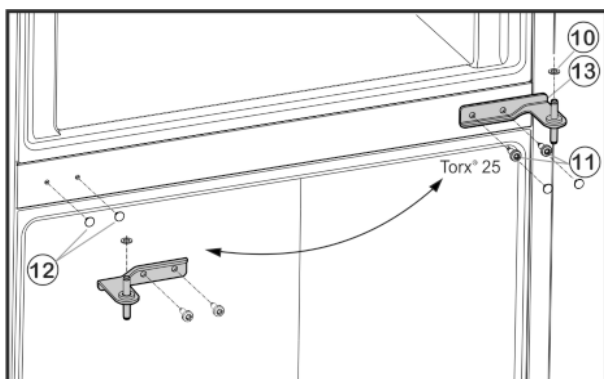

Fig. 5
- Abdeckungen Fig. 5 (12) vorsichtig abziehen und auf der Gegenseite wieder aufsetzen.